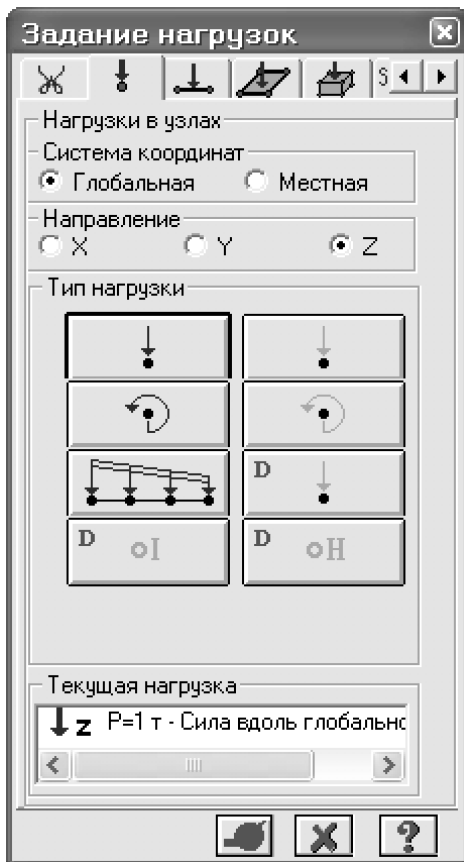

Рис.2.11. Диалоговое окно **Задание нагрузок**
- Из меню **Нагрузки** ⇒ **Нагрузка на узлы и элементы** (кнопка  на панели инструментов) вызовите диалоговое окно **Задание нагрузок** (рис.2.11).
- В диалоговом окне **Задание нагрузок** (рис.2.11) активизируйте закладку **Нагрузки на пластины** (по умолчанию указана система координат **Глобальная**, направление – вдоль оси Z).